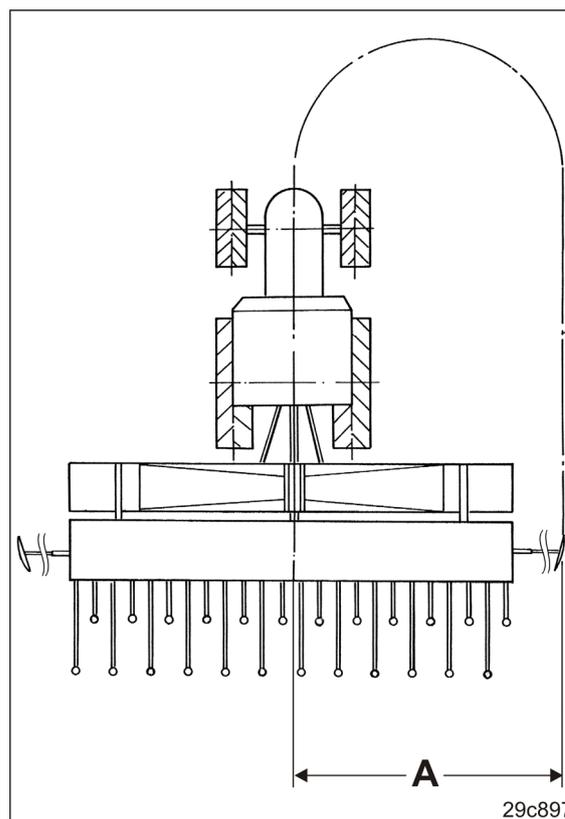

Рис. 171
4.4 Установите длину маркера на значение «А» (см. таблицу Рис. 171).